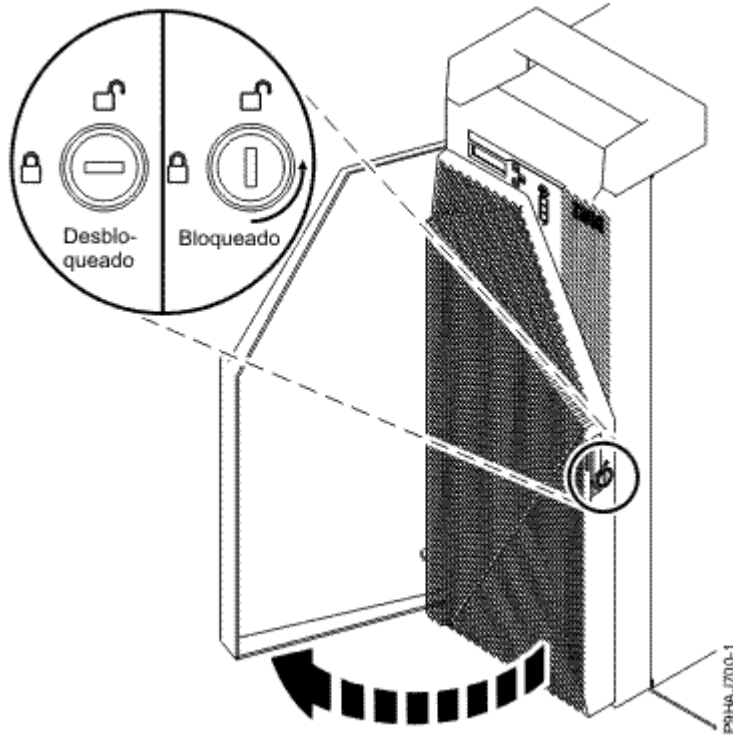

Figura 4. Desbloqueo de la puerta frontal
- a) Inserte la llave de la puerta frontal en la cerradura, tal como se muestra en la Figura 4 en la página 6. Gire la llave hacia la izquierda (en sentido contrario a las agujas del reloj) para abrir la puerta. En posición horizontal está cerrada, en posición vertical está abierta. Abra la puerta frontal.